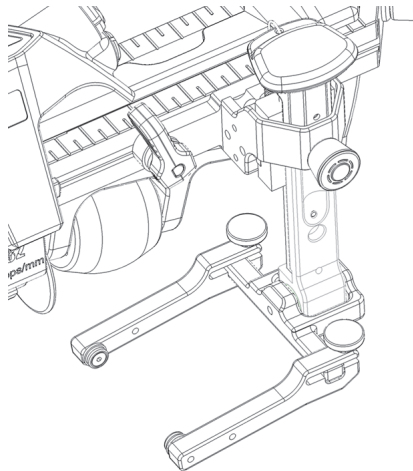

Abbildung 2-7 Sensorhalter in den Schienenschlitz eingeführt
3. Drücken Sie den Sensorhalter fest in den Schienenschlitz und achten Sie darauf, dass der Bolzen horizontal ausgerichtet bleibt (Abbildung 2-7 auf Seite 44).